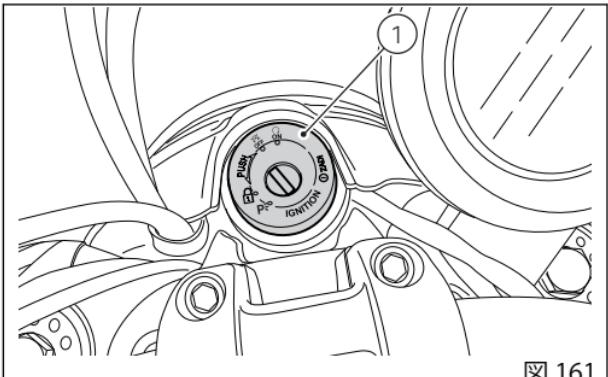

図 161
イグニッションキーを(1、図161)の位置に回します。インストルメントパネルの緑のランプN(A)と赤のランプ P^1 (B)が点灯していることを確認してください。